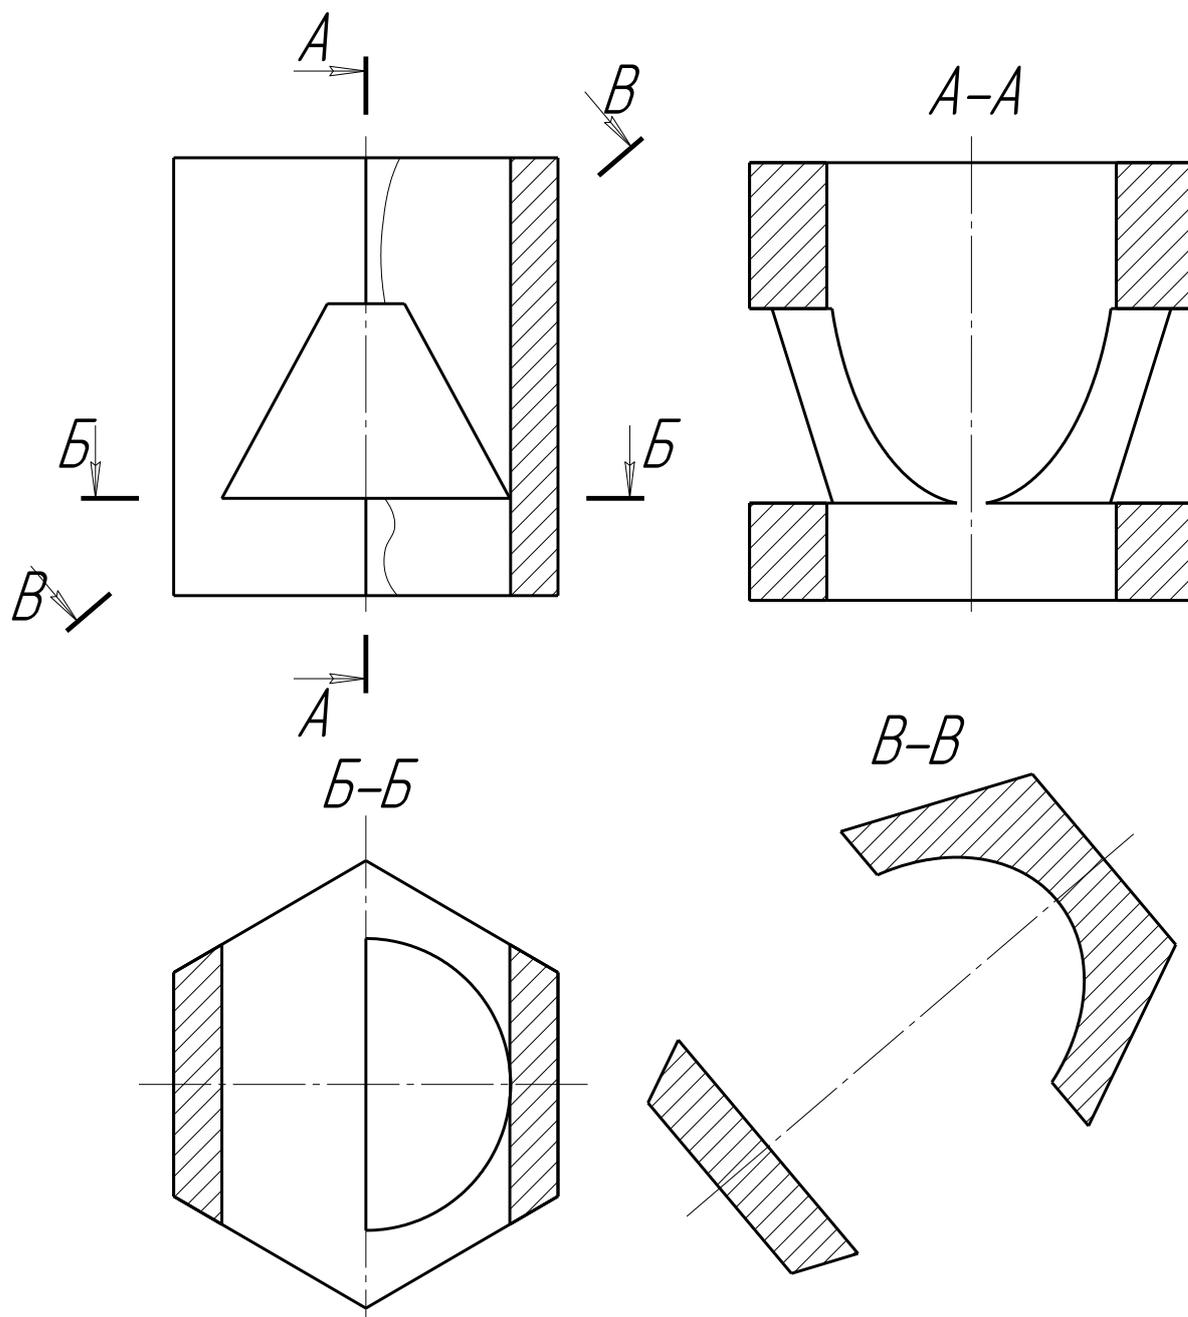

Рис.117 Построение горизонтального разреза Б-Б и сечения В-В
5. Для построения горизонтального разреза проведем через нижнюю плоскость отверстия на виде спереди линию разреза Б-Б. Предварительно обязательно двумя щелчками левой кнопки мыши вид спереди следует сделать текущим. Затем строится горизонтальный разрез (рис.117).
Рассмотрим последовательность построения чертежа призмы с вынесенным наклонным сечением Б-Б (рис.117).
В соответствии с индивидуальными заданиями на формате А3 построить чертеж призмы со сквозными отверстиями с применением сечений и разрезов. Положение наклонной секущей плоскости для выполнения сечения задается преподавателем. Образец графической работы приведен на рис.117.